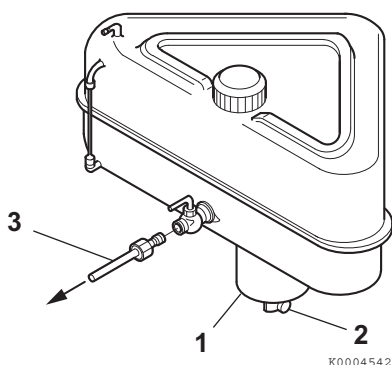

Figure 1
1. Collocare un contenitore sotto il rubinetto di scarico (**Figure 1, (2)**) per raccogliere il combustibile.